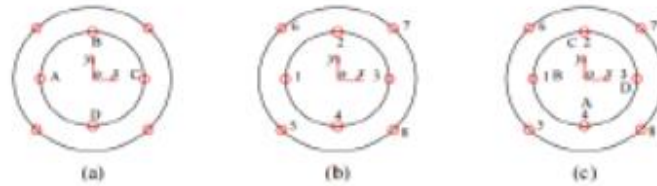

图 5 加载点抽签编号图
参赛队伍在完成模型制作后，要在内圈 4 个加载点附近用笔（或者贴上便签）按顺时针明确标出 A、B、C、D，如图 5(a) 所示。采用随机程序从 A 至 D 等 4 个英文大写字母中随机抽取一个，所抽到字母即为参赛队伍第三级水平荷载的加载点。此时，将该点旋转对准 x 轴的负方向，再将该加载点重新定义为 1 号点，另外 7 个加载点按照图 5(b) 所示规则编号：按照顺时针的顺序，在模型上由内圈到外圈按顺时针标出 2~8 号加载点，例如，若在抽取步骤 (1) 中抽到 B，则应该按图 5(c) 定义加载点的编号，其他情况以此类推。